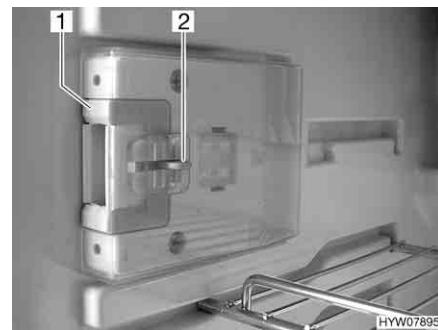
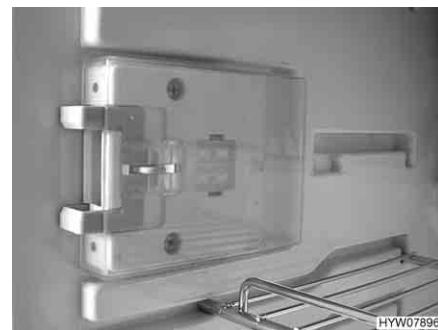

Fig. 153 Dispositivo di chiusura in posizione normale
Fig. 154 Dispositivo di chiusura in posizione di ricircolo d'aria
- Premere il dispositivo di sblocco (Fig. 153,2).
- Spingere il dispositivo di chiusura (Fig. 153,1) in avanti (Fig. 154).